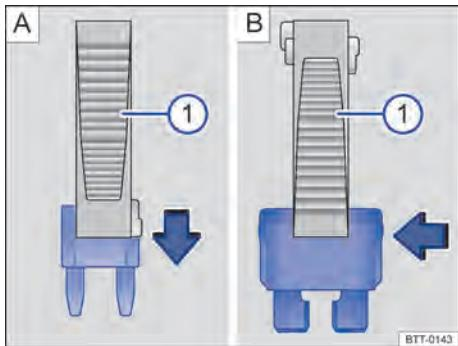

Fig. 190 Retirar ou colocar o fusível chato com a pinça de plástico.
- No caso de fusíveis planos, de acordo com o modelo do fusível, colocar as garras adequadas do alicate plástico → Fig. 190 A (1) ou → Fig. 190 B (1) sobre o fusível na direção da seta.
- Se o fusível estiver queimado, substituir o fusível por um novo da mesma intensidade (mesma cor e inscrição) e do mesmo tamanho → (1).